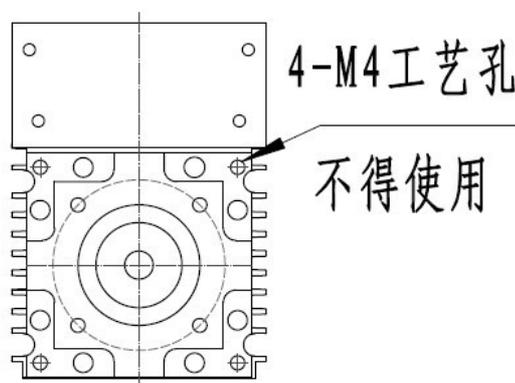

图2 工艺孔不得使用
5. 激光器前端盖 4 个孔为工艺孔，非安装孔，不得使用。否则会造成激光器的损坏。（如图 2 所示）